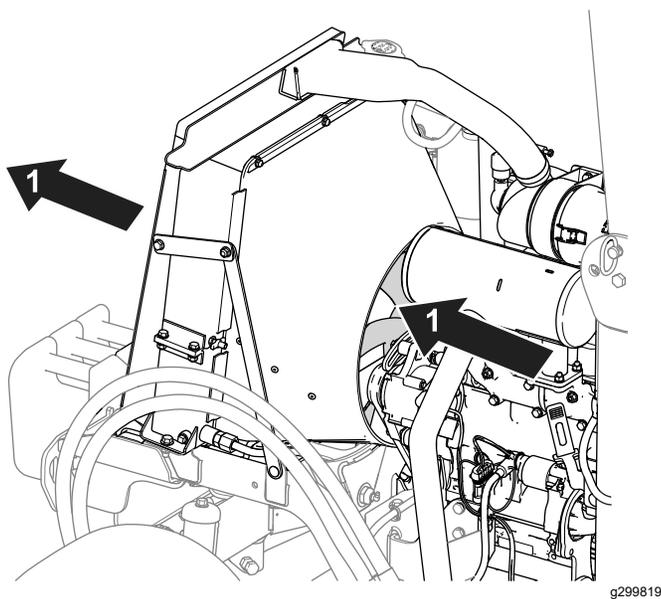

Figura 69
- Utilizzate aria compressa per pulire le alette di raffreddamento. Indirizzate l'aria all'esterno della macchina (Figura 69).